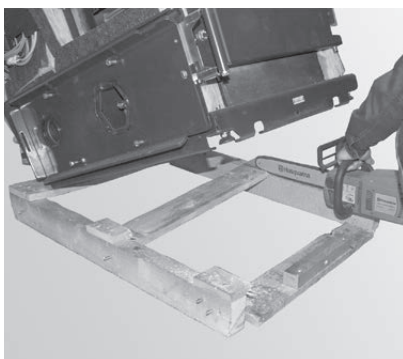
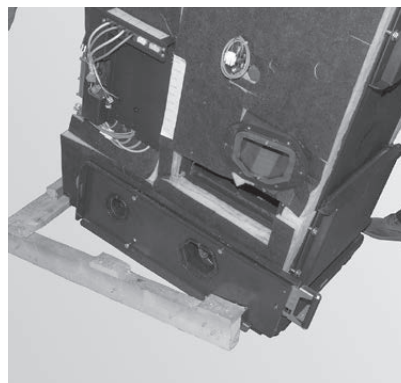

Fig. 16 Kessel nach hinten kippen und vordere Querbretter absägen und entfernen
Fig. 17 Kessel nach vorne kippen und restliche Bodenpalette entfernen
- per Hand durch Zersägen des Verschlagens mit Motorsäge – Fig. 16–Fig. 17.
- ▶ Kessel auf der Bodenpalette nach hinten kippen und die beiden vorderen Querbretter seitlich absägen und entfernen – Fig. 16.
- ▶ Kessel noch vorne kippen und die restliche Bodenpalette entfernen – Fig. 17.